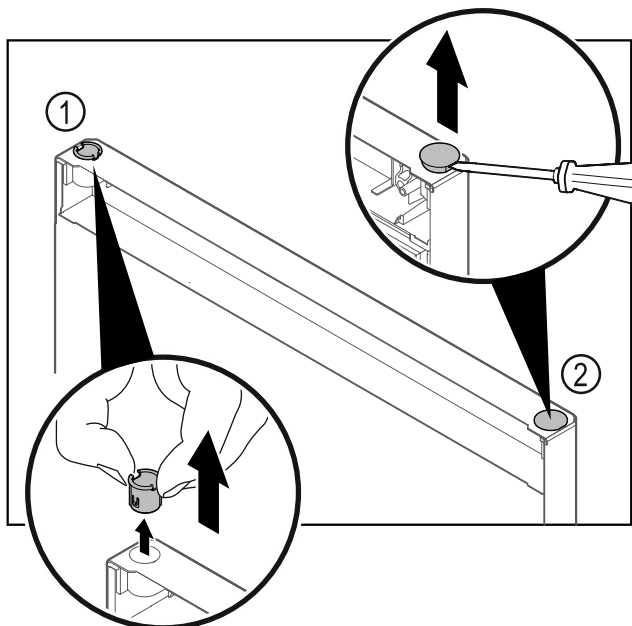

Fig. 29
- Scharnierbuchse Fig. 29 (1) mit den Fingern herausziehen.
- Abdeckstopfen Fig. 29 (2) vorsichtig mit einem Schlitzschraubendreher anheben und herausziehen.